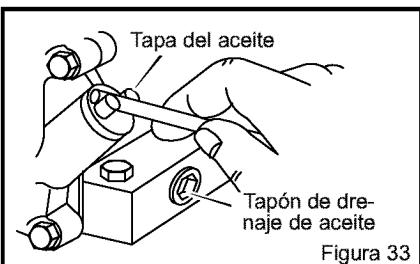

Figura 33
4. Quite la **tapa del aceite** (ver la Figura 33). Llene lentamente el cárter de motor. No lo llene demasiado. Consulte las "Especificaciones del producto" para obtener información sobre la cantidad y grado de aceite. Ponga nuevamente la **tapa del aceite**.